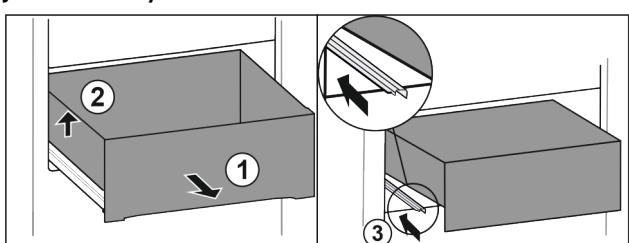

Fig. 89
- Vytáhněte zásuvku až na doraz. Fig. 89 (1)
- Nadzvedněte zásuvku vlevo. Fig. 89 (2)
- Zasuňte levou kolejničku. Fig. 89 (3)